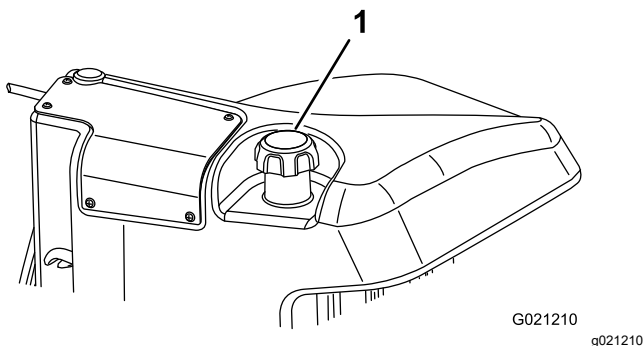

Рисунок 45
3. Снимите крышку топливного бака (Рисунок 45).